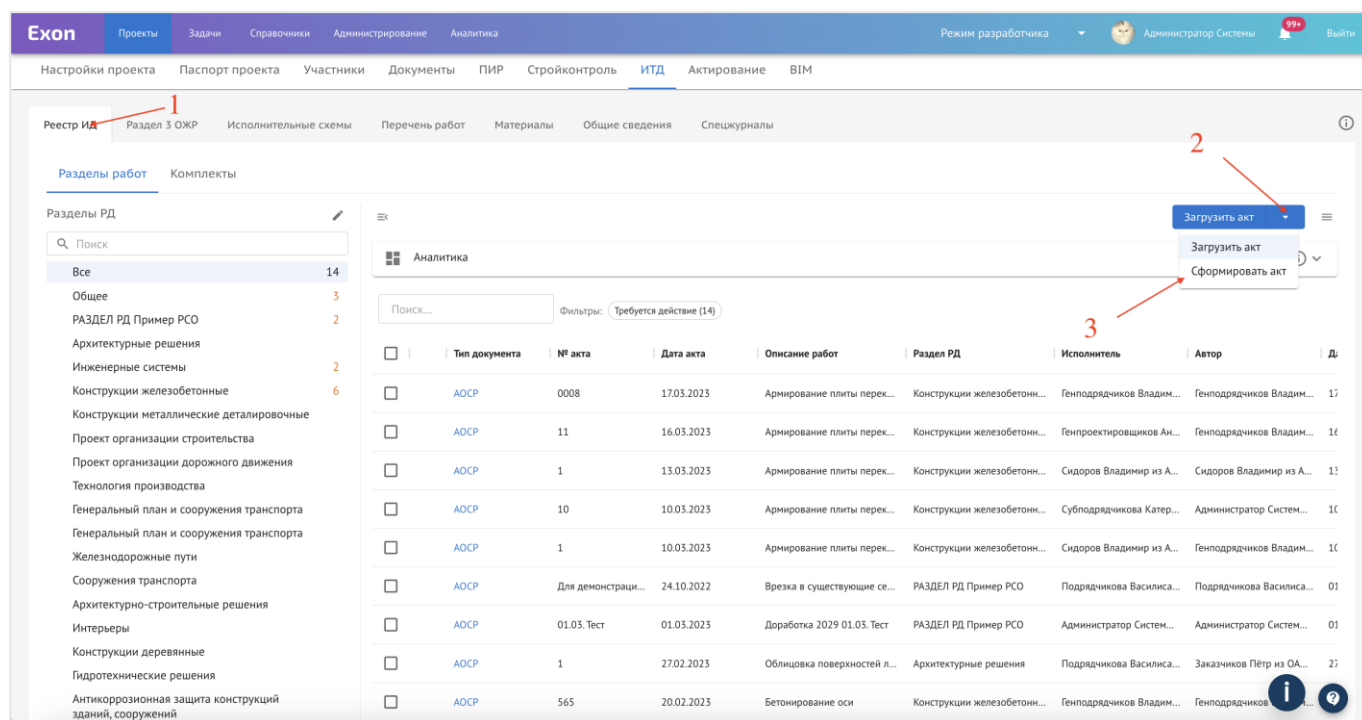

Рис. 58 – Формирование акта посредством конструктора
1. Перейти в Реестр ИД (1), раскрыть выпадающий список (2) и выбрать действие «Сформировать акт» (3) (рис. 58);